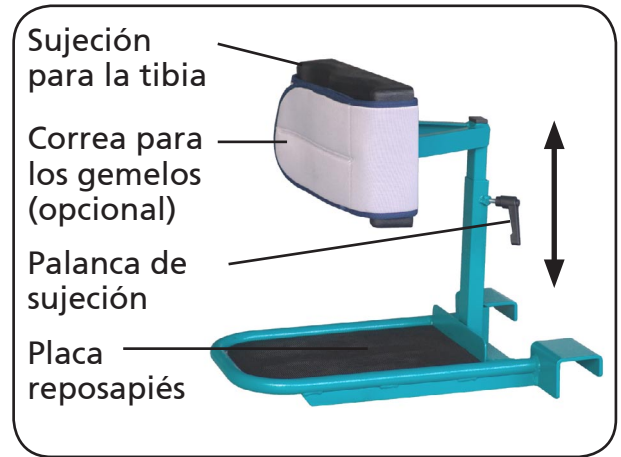

Figura 27
3. Abra a continuación el bastidor del transportador de pacientes aks y colóquelo delante del paciente. Asegúrese de que el paciente levanta los pies. El transportador estará correctamente colocado si los pies del paciente están colocados de forma cómoda y ocupando toda la superficie de la placa reposapiés (figura 27).
4. Suelte la palanca de la sujeción para la tibia y ajuste la altura de esta sujeción (figura 27). El canto superior de la sujeción para la tibia deberá justo estar debajo de la rótula del paciente.